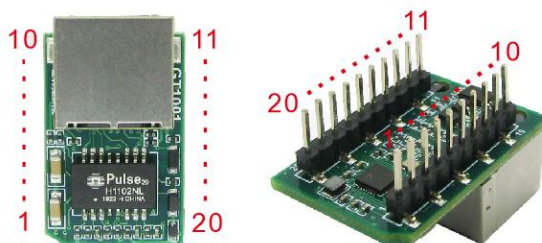
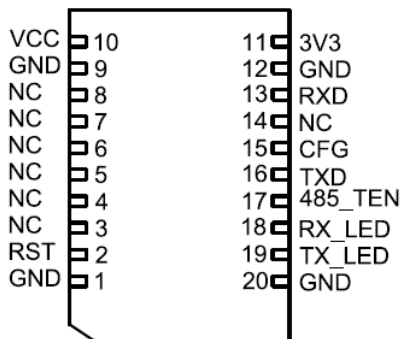

图 3-1 GT1001 实物图
图3-2 GT1001引脚分布图
(1) GT1001 实物如图 3-1 所示；引脚分布如图 3-2 所示。